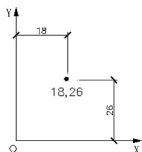

图 2.46 绝对直角坐标
(1) 绝对直角坐标: 相对于当前坐标原点的坐标值, 绝对直角坐标的输入方法为“X, Y”, 如输入“18, 26”, 结果如图 2.46 所示。